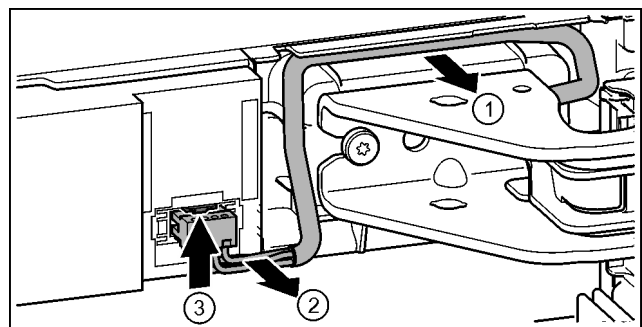

Fig. 18
► Kabel nad stojanem ložiska opatrně uvolněte z vedení. Fig. 18 (1)
► Kabelové prameny opatrně táhněte z kanálu. Fig. 18 (2)
► Tlačte lamelu nahoru a opatrně vytáhněte zástrčku. Fig. 18 (3)